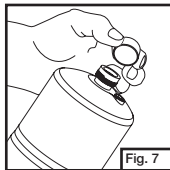

Fig. 7
- Enrosque el cilindro de propano a la lámpara. Tenga cuidado en no dañar la rosca. Ajuste solamente a mano. (Fig. 7)